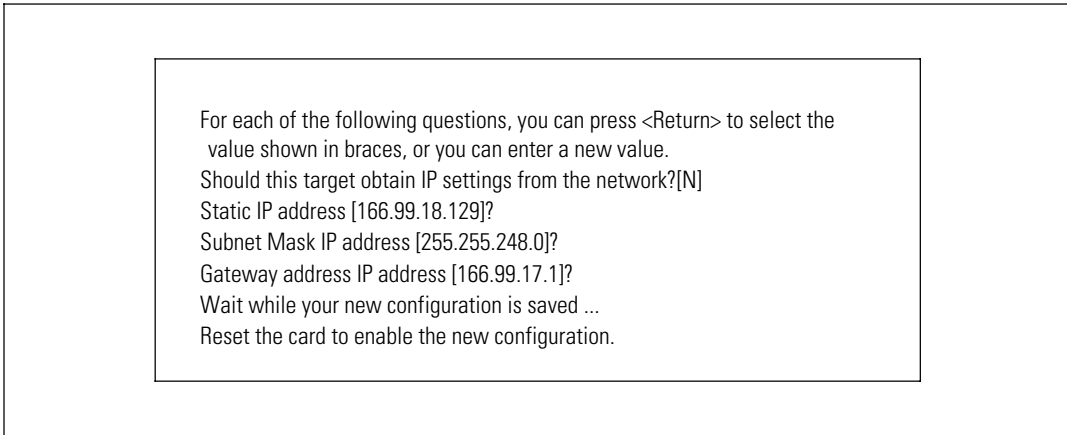

图 42. 修改网络设置
- **修改网络设置 ( Modify Network settings )** : 修改现有的网络参数 ( 请参阅图 42 )。重启网络管理卡以激活新参数。在 DHCP 模式中, 网络管理卡可根据 DHCP 服务器设置接收以下参数: